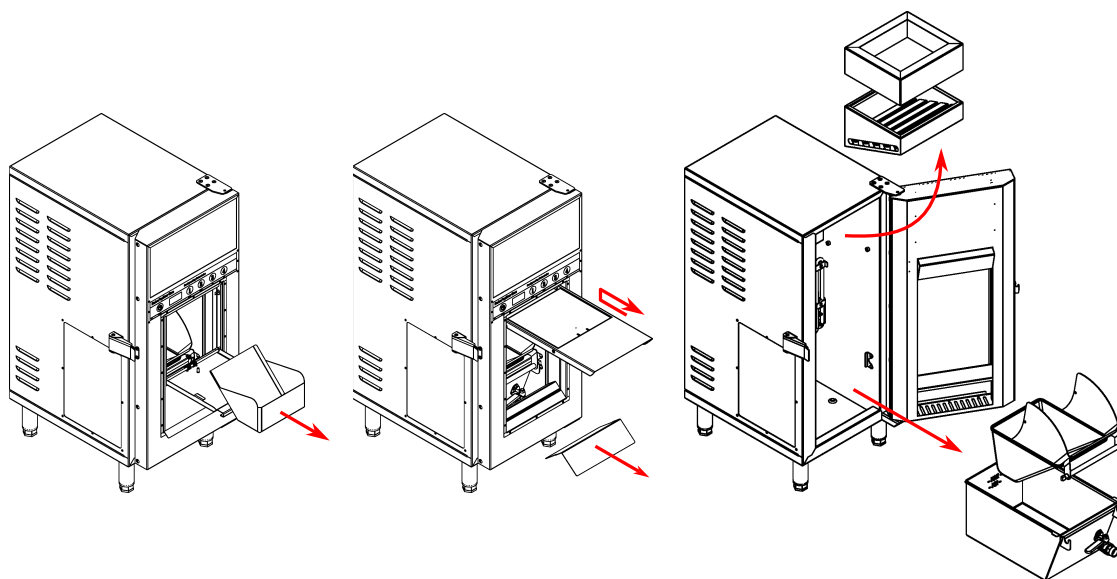

Рисунок 5
4. Потяните рукоятку открытия загрузочного лотка и отсоедините лоток. Поднимите заслонку, вытащите отражатель; затем толкните заслонку внутрь, приподнимите, и вытащите заслонку, см. Рис. 5.